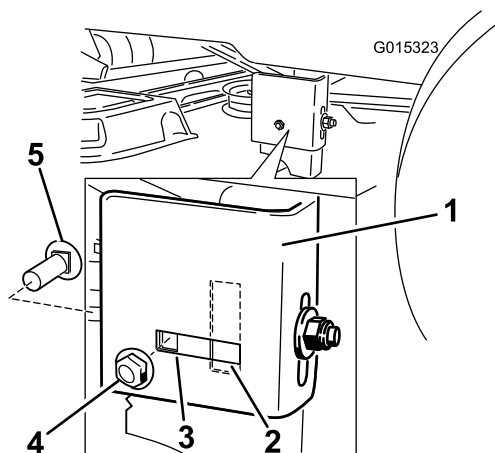

Figure 57
- Passez au côté gauche de la machine. Vérifiez si le boulon de carrosserie latéral se trouve dans l'emplacement fixe ou allongé (Figure 57).
position et placez les dans l'emplacement de réglage allongé (Figure 57).